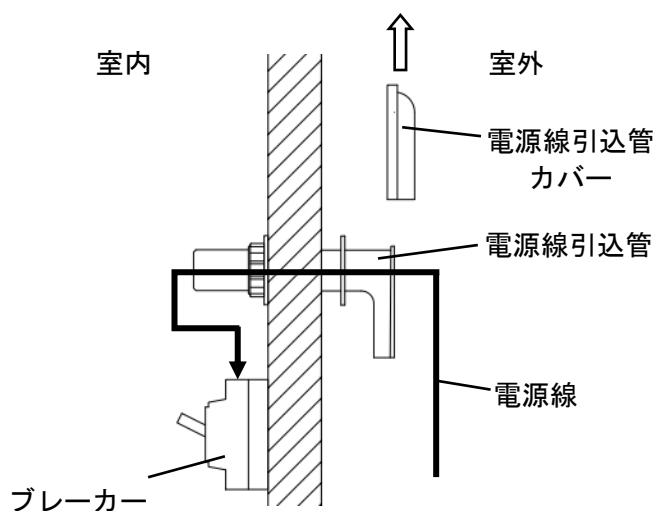

図4.入線方法
(1)室外より電源線引込管カバーを上部へスライドさせ、カバーを取り外してください。(図4参照)
(2)電源線(VVF1.6-2C)を電源線引込管に通して、室内に引き込んでください。(図4、5参照)